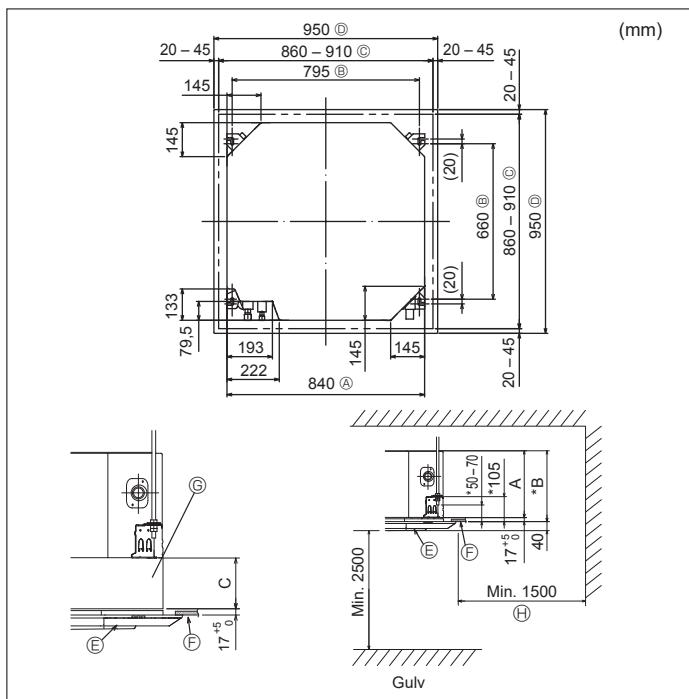

Fig. 3-2
3.2. Takåpninger og installasjonssteder for opphangsbolt (Fig. 3-2)
* Dimensjonene på takåpningen kan reguleres innenfor området vist i Fig. 3-2; så sentrer hovedenheten i åpningen i taket, mens du påser at de respektive motsatte sidene på alle sider av klaringen mellom dem blir identiske.